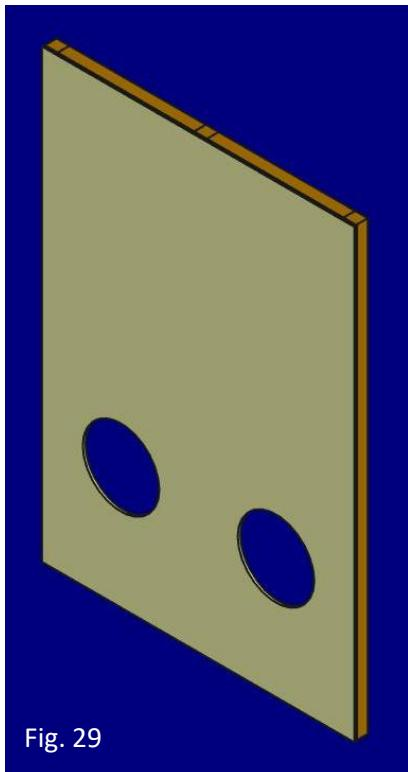
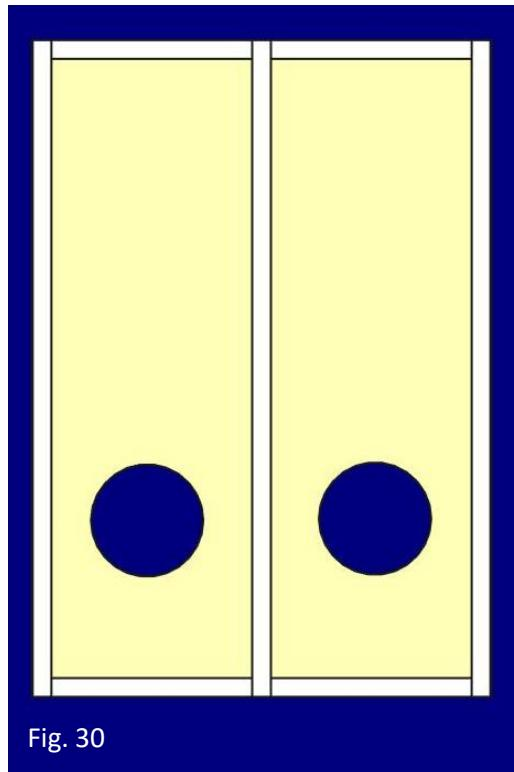

Fig. 29
Fig. 30
1. bucate il pannello in corrispondenza dei fori di ricerca con una punta a tazza per trapano. Il foro deve essere di circa 20 millimetri di diametro superiore al foro che verrà eseguito sulla superficie di ricerca-tagliere (fig. 29 frontale, fig. 30 posteriore, montata su telaio)